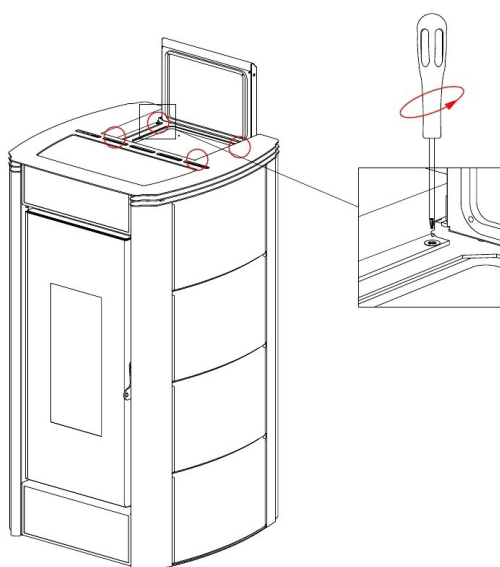

Fig. 23 - Verwijdering van de schroeven
- Het deksel verwijderen: de bovenste 4 schroeven losdraaien (zie Fig. 23 op pag. 19).